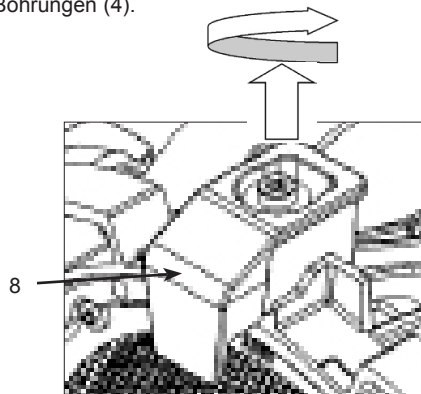

Abb. 8 Torsicherung / fig. 8 top latch
- Torsicherung (8, Abb. 8) nach oben ziehen und zur Seite weg drehen.
- Torsicherung (8) zurückdrehen und einrasten lassen. Sicherem Halt des Zubehörs prüfen.
- Pull the top latch (8, fig.8) upwards and turn it to the side.
- Turn the top latch (8) back to original position and let it lock. Check that the accessories are securely locked.